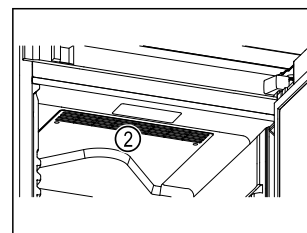

Fig. 60
- ☐ Ventilatiesleuf Fig. 60 (2) van de ventilator in de binnenruimte vrijhouden.